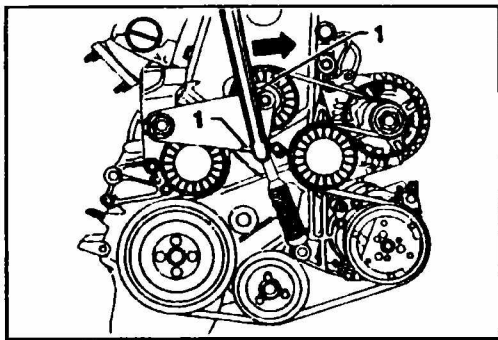

Рис. 4.11 Регулировка натяжения- модели с демпфером
◆ Закрепите монтировку или большую отвертку между двумя выступами (1) натяжителя и поверните натяжной ролик по стрелке (см. рис. 4.11), чтобы поликлиновой ремень можно было снять с натяжного ролика. После этого
- ◆ Двигатель вместе с кронштейном отсоедините от задней резинометаллической опоры (см. рис. 4.11).
Привод всех агрегатов от коленвала, обеспечивается поликлиновым ремнем. Натяжение этого ремня обеспечивает специальное автоматическое устройство (см. рис. 4.11). Если необходимо снять ремень, то вверните технологический длинный болт М8, как показано на рис.4.9.